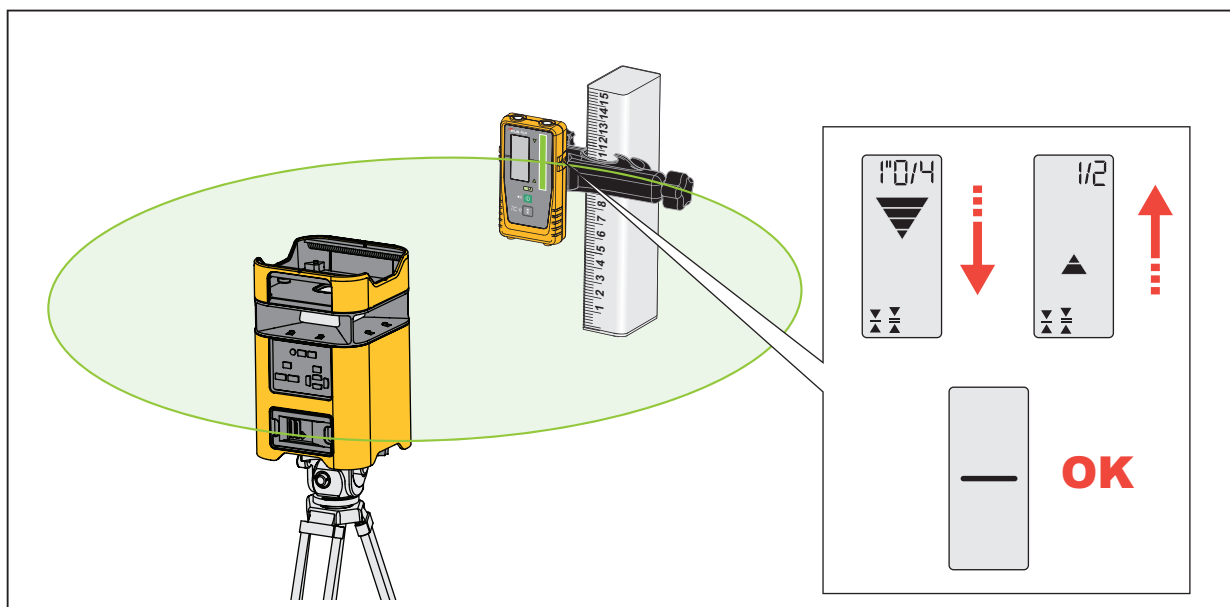

Figura 2. Livella e Rilevatore
3. Accendere la livella laser e il Rilevatore, quindi puntare il fascio laser verso la finestra di ricezione laser del Rilevatore. Vedere la figura 2.
4. Spostare il Rilevatore verso l'alto e verso il basso lungo l'asta fino a quando la livella laser sul display indica che il Rilevatore è livellato con il fascio laser. Vedere la figura 2.